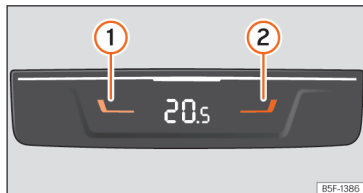

Fig. 116 En la parte trasera de la consola central: mandos para las plazas traseras.
• Pulse las teclas **1** y **2** **>>> fig. 116** para ajustar la temperatura de la zona posterior.